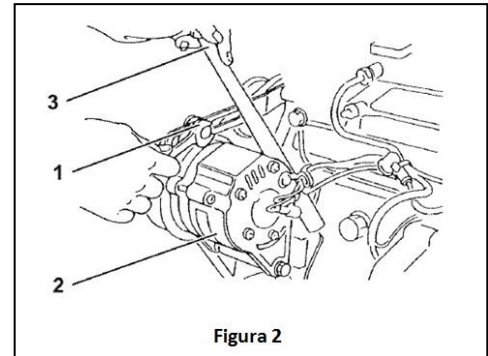

Figura 2
6. Quite el tapón de descarga del cárter ([1] de la figura 2) y espere a que se vacíe completamente
1. Desenrosque hacia la izquierda el filtro ([2] figura 2) usando una llave adecuada
2. Si es necesario regule la tensión de la correa. Afloje el tornillo de regulación/fijación del alternador ([1] figura 2) y, a través de una palanca ([3] figura 2) mueva el alternador ([2] figura 2) hasta obtener la tensión deseada. Para acabar apriete de nuevo el tornillo de regulación/fijación.